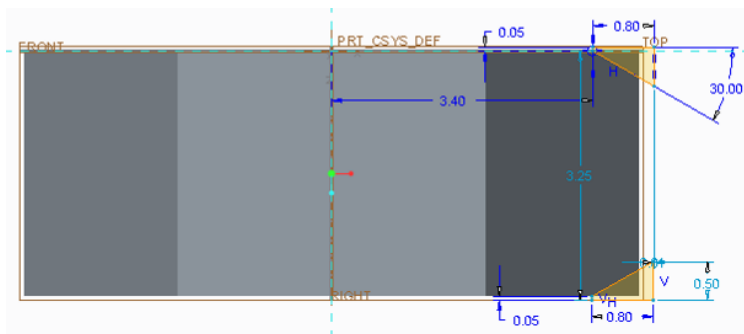

Рисунок 1.17 – Ескіз для побудови фаски
7. Знову зробити паузу (кнопка **Pause**) для створення підказки. Цього разу вписати наступний запис: *“Побудуйте ескіз для вирізу фаски обертанням і натисніть кнопку «Відновити» для продовження.”*. Підтвердивши запис натиском на кнопку **OK**, побудувати наступний ескіз (рис. 1.17) за допомогою інструменту **Line Chain (Цикл ліній)** з групи інструментів **Sketching**. Далі відновити запис натиснувши кнопку **Resume** у вікні **Record Mapkey**, та підтвердити побудований ескіз, натиснувши піктограму .